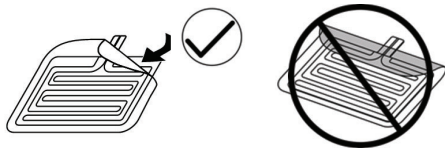

Figura 1: Remoção da película de revestimento
3. Remova lentamente a película de revestimento do elétrodo dispersivo na diagonal, conforme ilustrado na Figura 1. Não danifique a camada de hidrogel. Após a remoção da película de revestimento, inspecione a almofada cuidadosamente para assegurar-se de que não ocorreu separação do hidrogel das camadas subjacentes. Caso tenha ocorrido a separação do hidrogel, elimine a almofada.